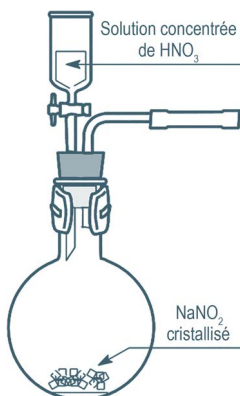

Figure 1
- ◆ Dans une sorbonne opérationnelle, réaliser le montage de la figure 1.